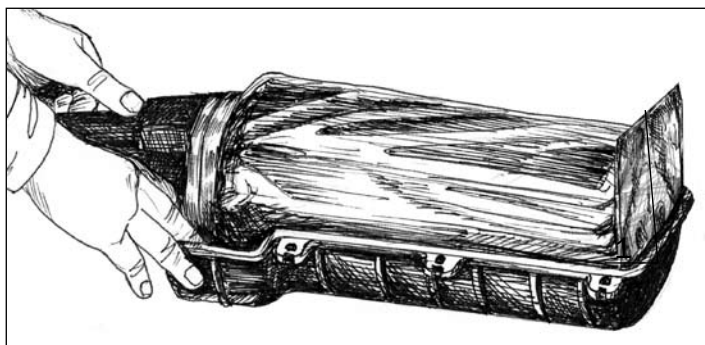

Рис. 3.2. Укладка муфты МТОК 96 в полумуфту МПЗ
3.2. Уложить муфту МТОК 96, помещенную в полиэтиленовый пакет, в полумуфту МПЗ. Вставить между муфтой МТОК 96 и дном муфты МПЗ оставшуюся часть большого полиэтиленового пакета, сложенную в несколько раз (Рис. 3.2).